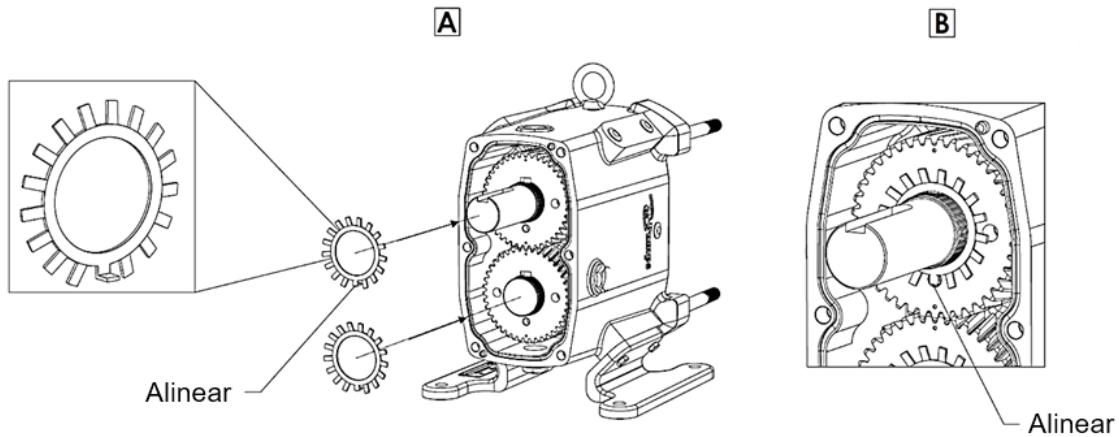

Figura 58: Instalación de la arandela de seguridad
10. Con los engranes en las flechas, coloque la arandela de seguridad (Figura 58, A). Alinee la pestaña de la arandela de seguridad con el agujero del engrane (Figura 58, B).